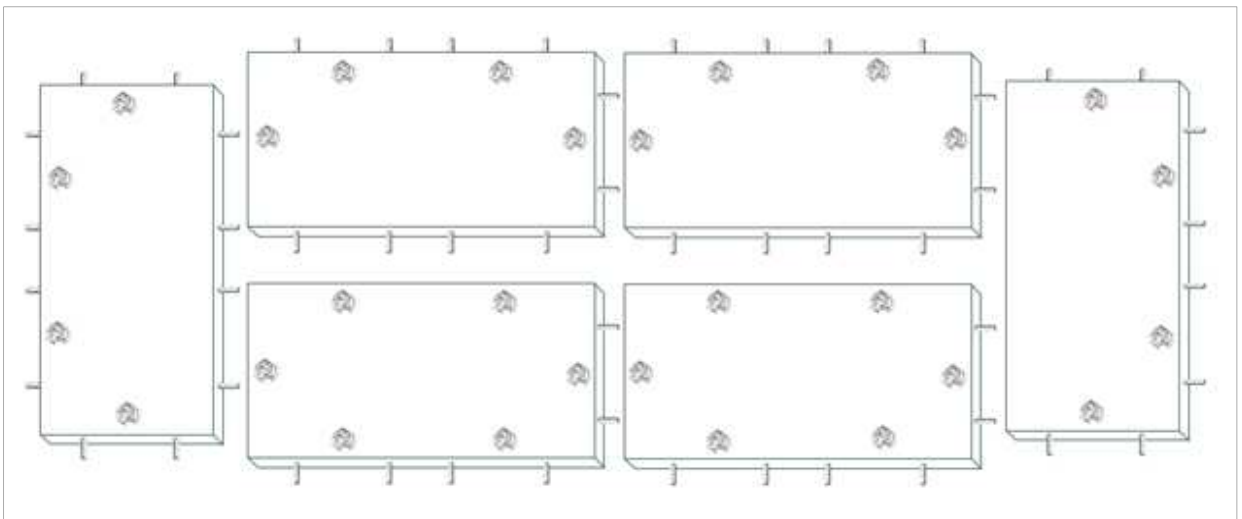

Bild 2
Bitte beginne mit dem Zusammenbau der Bodenplatten. Lege Dir alle Teile, wie auf Bild 2 zu sehen ist, auf einen ebenen Untergrund. Stecke in alle außenliegenden Löcher der Bodenplatten die Dübel (B). Innen als Verbindung zwischen den Platten, kommen die Dübel (A).